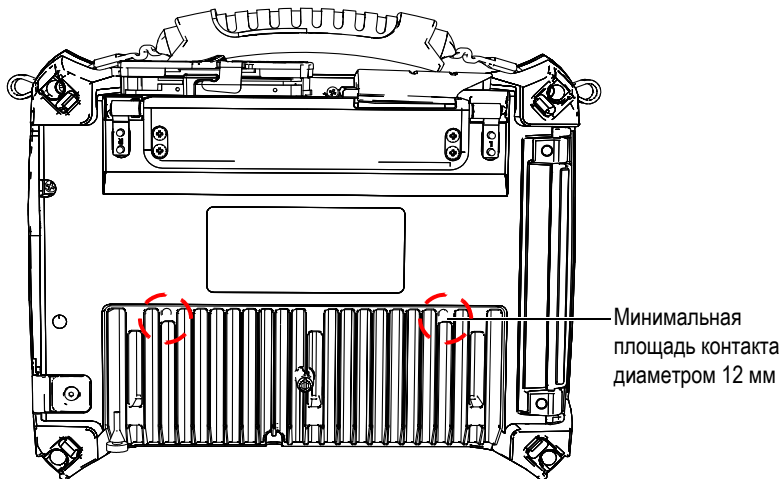

Рис. 2-9 Контактная поверхность
- Убедитесь, что площадь контакта между опорной поверхностью и прибором составляет как минимум 12 мм в диаметре (см. Рис. 2-9 на стр. 35).